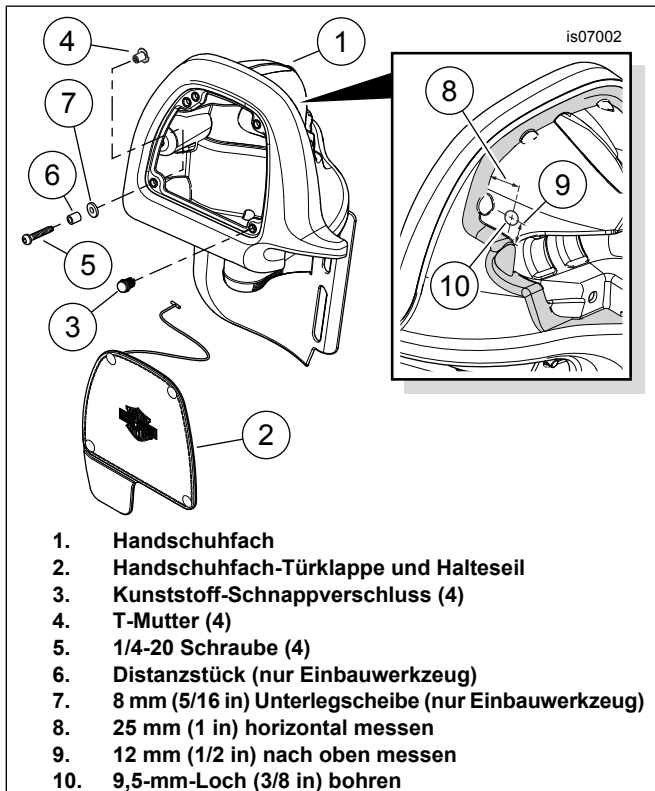

Abbildung 1. Handschuhfach für Lautsprechereinbau vorbereiten (linke Seite abgebildet)
1. Siehe Abbildung 1. Die Klappe und das Halteseil (2) vom Handschuhfach (1) an einer unteren Verkleidung entfernen. Die Rückseite der vier Kunststoff-Schnappverschlüsse (3) abschneiden und diese von der Handschuhfachvorderseite entfernen und entsorgen.